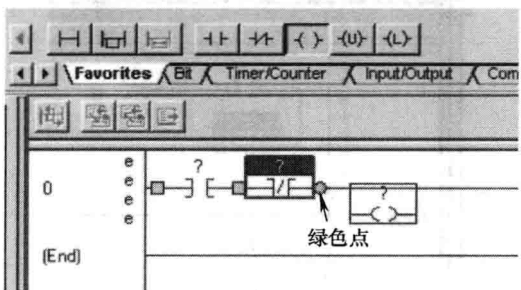
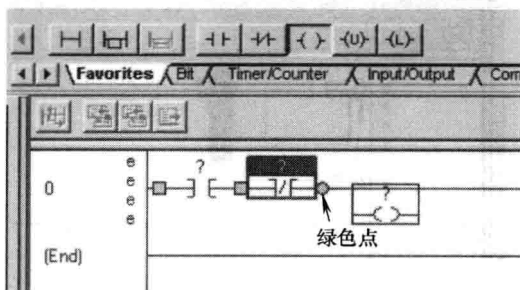

图 1-12 选择并插入输出指令
图 1-13 插入后的输出指令
10. 在指令工具栏中，左键单击并按住输出  激励指令，如图 1-12 所示。
11. 将 OTE 拖到梯级 0 上 XIO 指令的右侧，如图 1-12 所示。XIO 指令的右侧会再次出现绿色点，指示将插入 OTE 指令的位置。在想要插入指令的位置上释放鼠标按键，如图 1-13 所示。